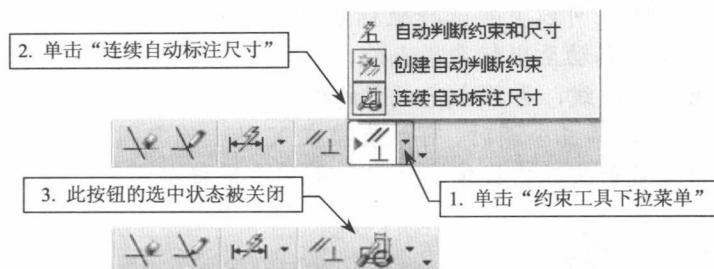

图 1-11 关闭连续自动标注尺寸的步骤
(6) 关闭自动标注尺寸。在“直接草图”工具条上，单击“约束工具下拉菜单”，再单击“连续自动标注尺寸”，将关闭自动标注模式。步骤如图 1-11 所示。